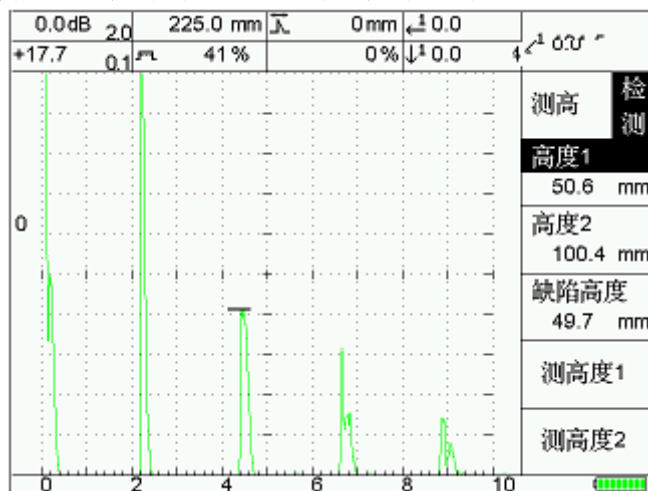

图 6-3
- (1) 按【检测】-【B】键，进入图 6-3。
- (2) 移动探头，当声波主声束入射到缺陷中部时，将产生回波 F。将探头移动到 1 处，找到较强回波 F1。调节闸门 1，到 F1 回波处，按【D】键测高度 1。
- (3) 将探头移动到 2 处，找到较强回波 F2。调节闸门 1，到 F2 回波处，按【E】键测高度 2。
- (4) 此时在[缺陷高度]栏，自动计算缺陷的高度值并显示。
- (5) 用户在测高度时，可以手动调节高度 1、2 的值。
- (6) 缺陷高度将做为探伤结果，记录到探伤报告中。